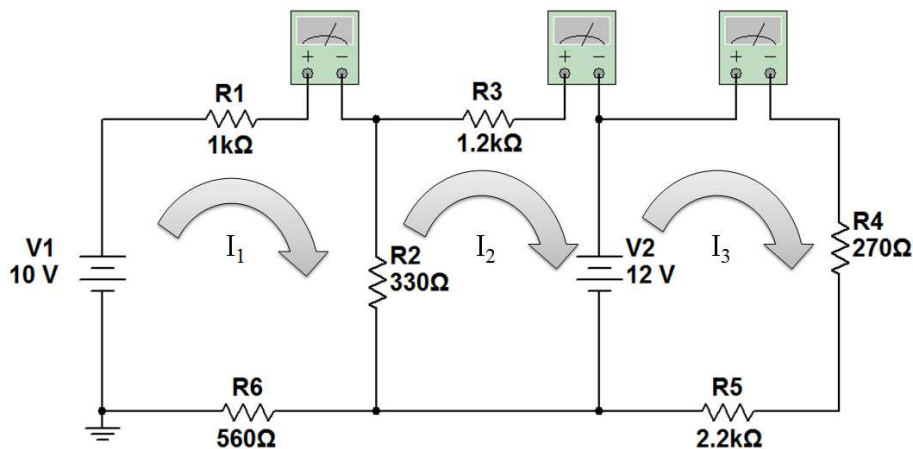

Figura 5: Circuito de tres mallas.
1. Del circuito mostrado en la figura 5, calcule los datos faltantes, realizar los cálculos empleando el editor de ecuaciones de Word y agregarlos en la sección correspondiente.
3. Armar en el protoboard el circuito de la figura 5. Medir los parámetros solicitados y completar la tabla en la sección de Resultados.